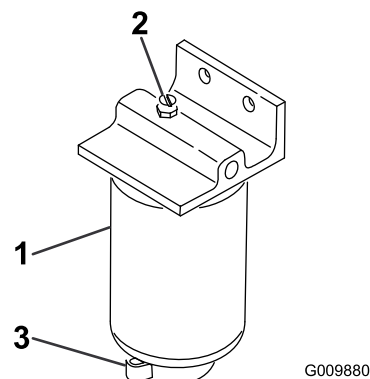

Figura 66
2. Allentate la valvola di spurgo situata nella parte inferiore della scatola del filtro (Figura 66).
1. Pulite la superficie circostante la scatola del filtro (Figura 66).